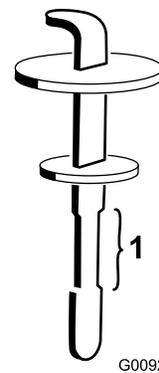

**Figure 127**
2. Du côté droit de la machine, soulevez le couvercle d'accès pour exposer le bouchon du réservoir hydraulique (Figure 127).
3. Nettoyez la surface autour du goulot et du bouchon de remplissage du réservoir hydraulique (Figure 127).